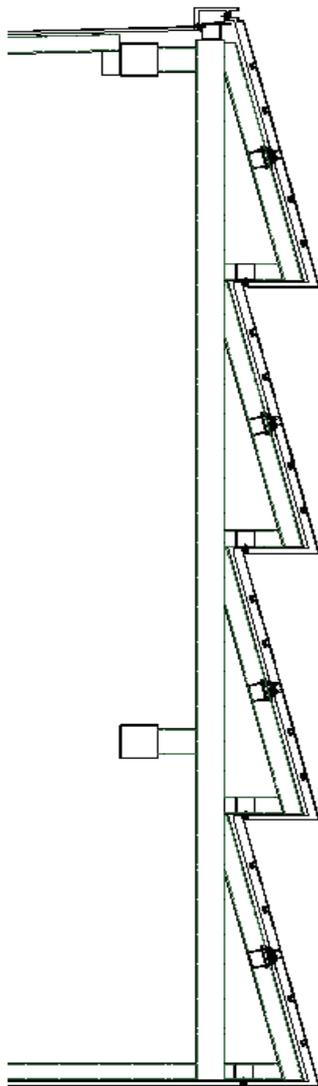

图3-2 造型铝板骨架图
(2) 3字型钢骨架立柱采用150*100*10mm热镀锌钢管,横梁采用100*100*5mm热镀锌钢管。(如图3-2)